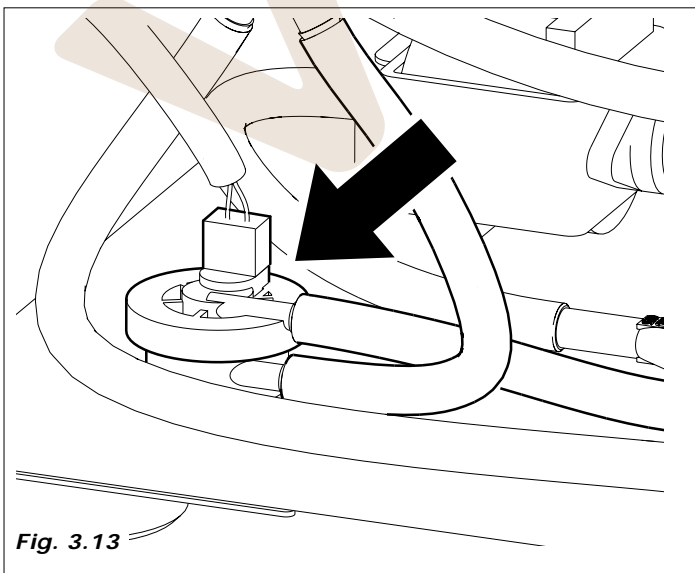

Fig. 3.13
- Se activa la bomba hasta inyectar la cantidad de agua programada. Para controlar la dosis, se utiliza un dispositivo electrónico, (contador volumétrico), situado a la entrada de la bomba (Fig. 3.13)